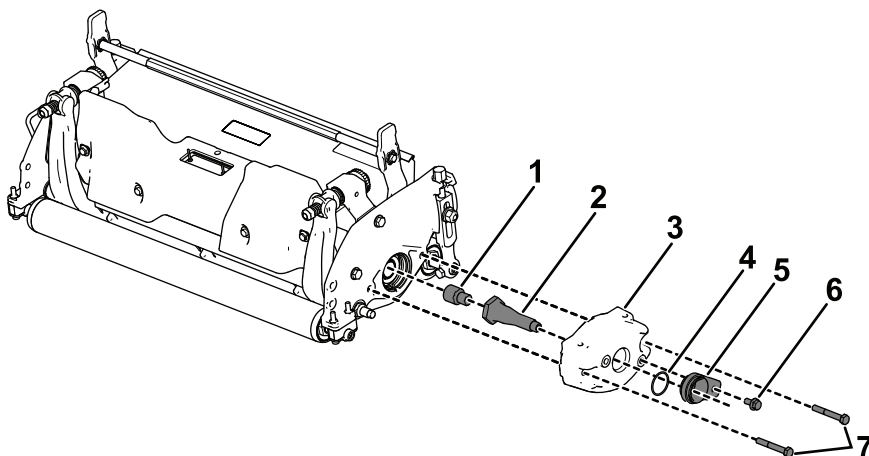

図 9
- ドライブシャフトの雌ネジにネジロック剤を塗布する。アダプターをドライブシャフトに129142 N・m 13.915.3kgmでトルク締めする 図 9。
- 6. 以前取り外したウェイトを、対応する2本のボルト (5/16 x 2¼") を使って取り付ける。図 9を参照方。
- 7. Oリングとアダプタハウジングをウェイトに取り付ける。ボルト5/16 x ⅝"で固定する。図 9を参照方。
1. ドライブシャフトの雌ネジにネジロック剤を塗布する。アダプターをドライブシャフトに129142 N·m 13.915.3kgmでトルク締めする(図 9)。
6. 以前取り外したウェイトを、対応する2本のボルト (5/16 x 2 1/4") を使って取り付ける。(図 9を参照方)。
7. Oリングとアダプタハウジングをウェイトに取り付ける。ボルト5/16 x 5/8"で固定する。(図 9を参照方)。